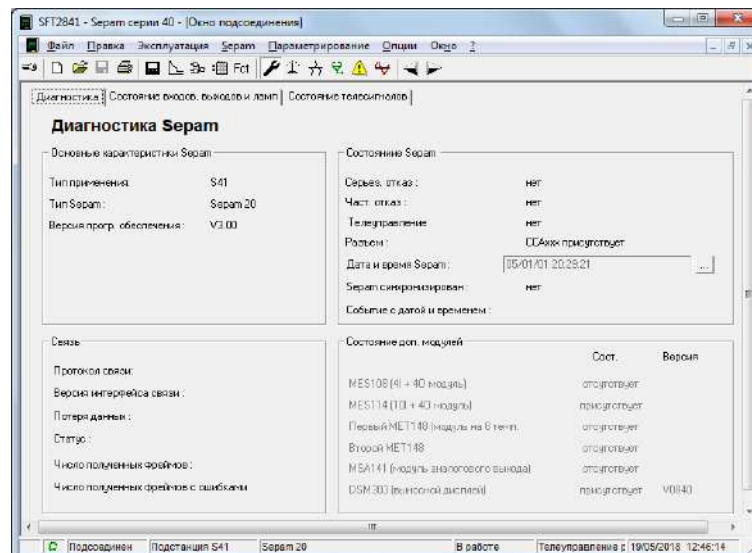
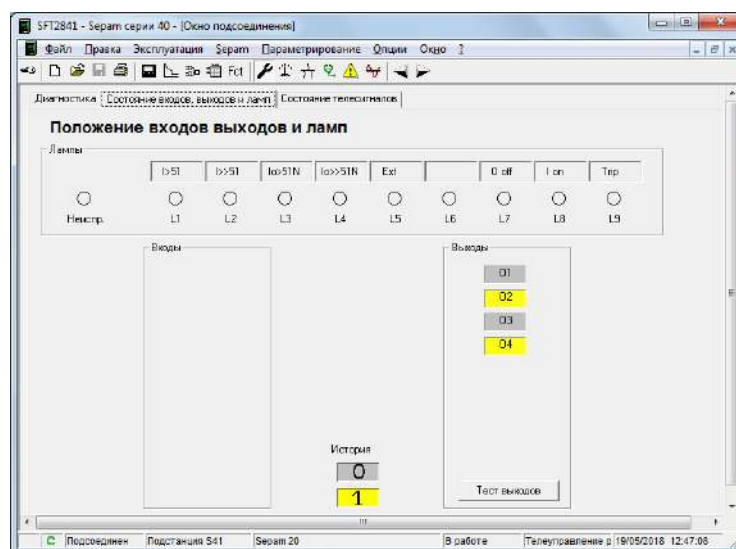
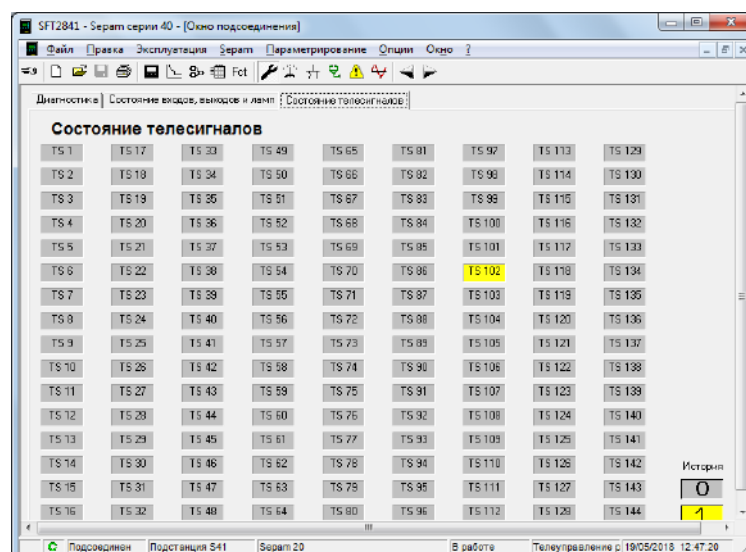

Рисунок 1.9 – «Диагностика Serap»
Рисунок 1.10 – Окно «Положение входов/выходов и ламп»
Рисунок 1.11 – Окно «Состояние телесигналов»
16. Панель диагностики Seram  (рис. 1.9) контролирует состояние устройства, показывает версию программного обеспечения, наличие связи с дополнительно подключаемыми модулями, работоспособность протоколов связи, проверяет состояние внутренних механизмов, сигнализируя о неисправности. В этом окне контролируется состояние входов и выходов и индикационных ламп (рис. 1.10), состояние сигналов телесигнализации (рис. 1.11).